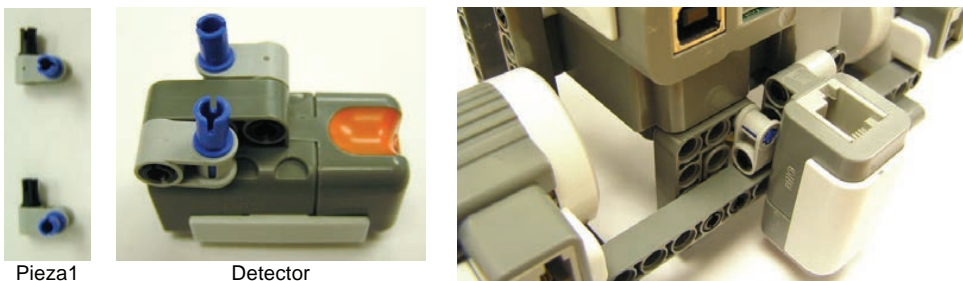

Figura 2.2-8. Ensamblaje del sensor de luz en el cuerpo del robot para ser utilizado como detector de blanco/negro en el suelo
- El detector se conecta en el centro de la barra15 de la rueda delantera con los LED del sensor apuntando hacia el suelo según se ve en la Figura 2.2-8.